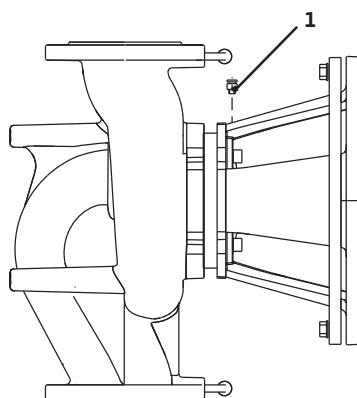

Fig. 40: Ilmausventtiili
- Ilmaa pumput avaamalla ilmausventtiilit (Fig. 40, kohta 1). Kuivakäynti rikkoo pumpun liukurengastiiivisteen. Paine-eroanturia ei saa ilmata (rikkoutumisen vaara).